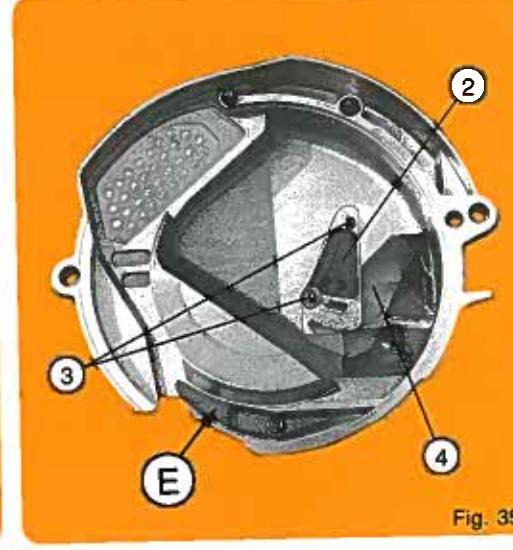

Fig. 35
2. POSITION BASSE (fig. 35) POUR PETITES GRAINES, c'est-à-dire tournesol, betterave, sorgho...
2. LOW POSITION (fig. 35) FOR SMALL SEEDS, i.e. sunflower, beets, sorghum...
2. Niedrige Stellung (Abb. 35) für kleines Saatgut, z. B Sonnenblumen, Zuckerrüben, Sorghum.
2. POSICIÓN BAJA (fig. 35) PARA GRANOS DE PEQUEÑO CALIÈRE, es decir girasol, remolacha, sorgo...